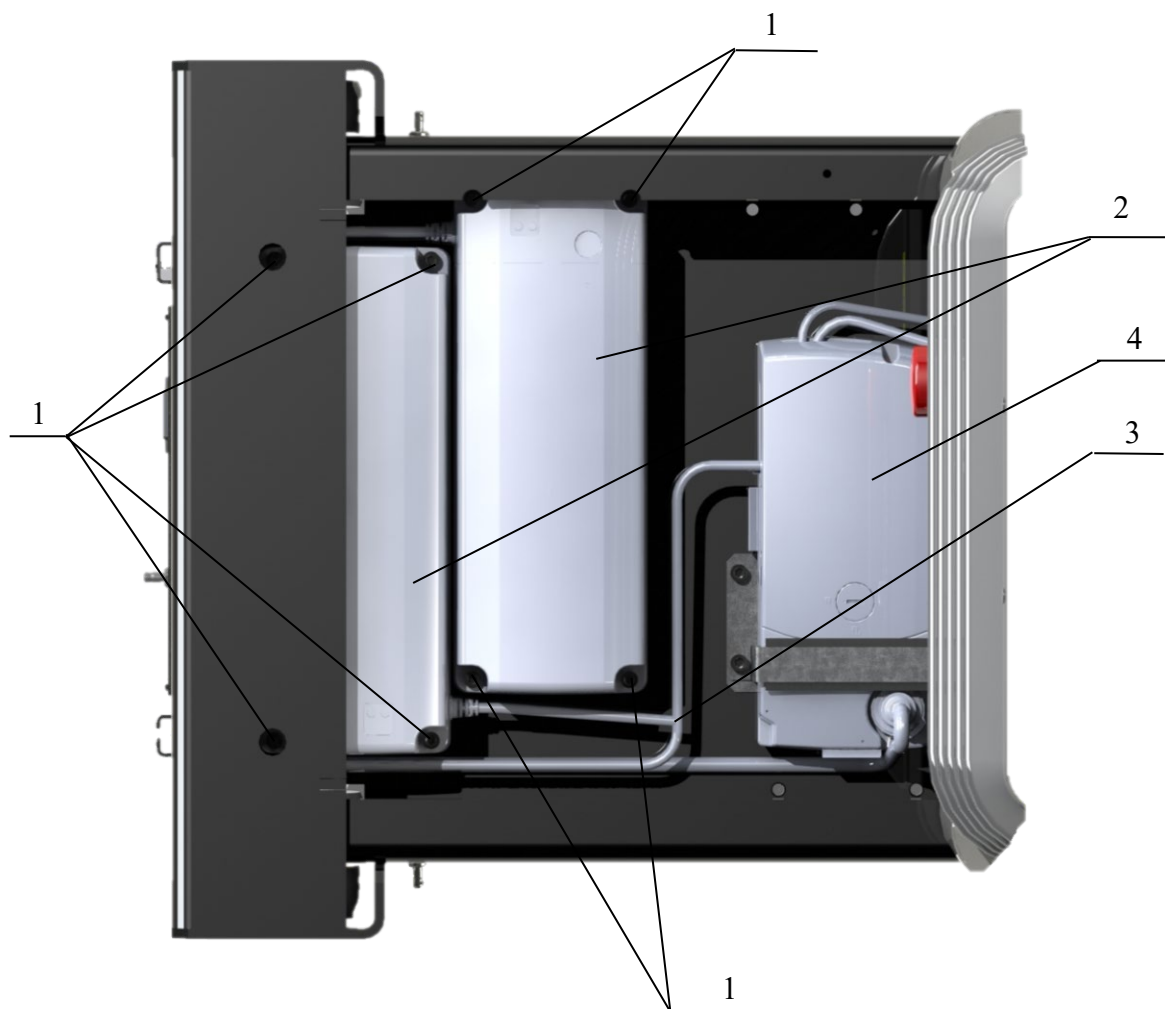

Рисунок 18. Замена аккумуляторных батарей.
- открутите винты 1(8 шт.) и снимите аккумуляторы 2 (Рисунок 18);